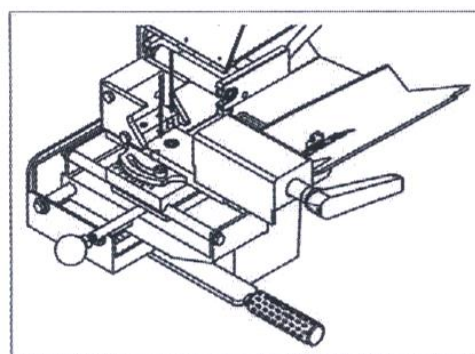

Рисунок 8
- b. Крепление обрабатываемой продукции: зажим пригоден для роликов диаметром от  $\varnothing 18$  мм до  $\varnothing 76$  мм. При обработке труб необходимо убедиться, что ось трубы расположена на такой же высоте, что и ось прижимного ролика. Можно использовать подкладку (см. Рис. 8).